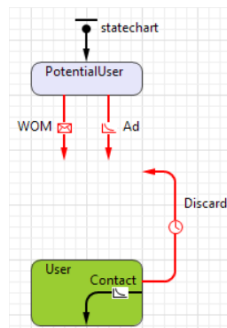

Рисунок 7.2 – Відімкнення користувача
2. Відімкніть стан користувача від переходів. Виберіть переходи *WOM* і *Ad*, перемістіть їхні кінцеві точки до верхньої частини екрана та від'єднайте перехід *Discard* від *PotentialUser*. Після цього ви помітите, що роз'єднані переходи позначені червоним кольором (рис. 7.2).